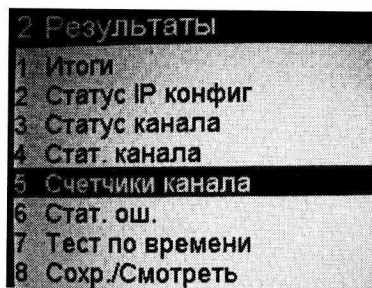

Рисунок 20
5.8.4 Дважды нажать на кнопку «Cancel». На дисплее отобразится запрос о выходе из приложения – рисунок 20. Стрелками выбрать «Да». Нажать на кнопку «ОК».